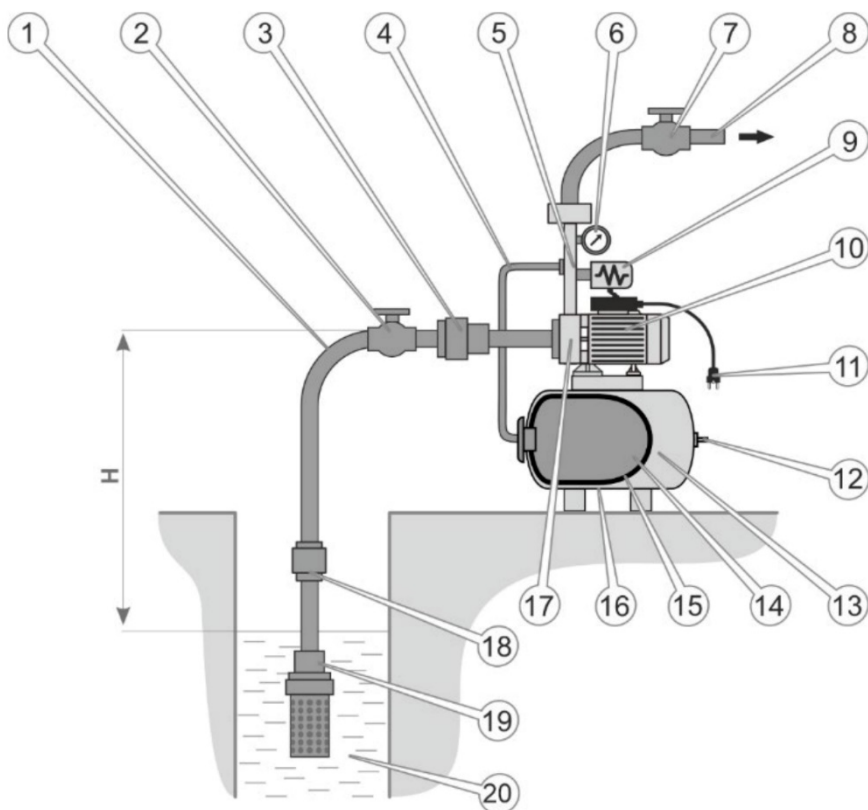

Рисунок 4. Схема прикладу монтажу насосної станції в системі автономного водопостачання від свердловини, колодязя глибиною не більше 8 м.
4. Під'єднати трубопровід (1, рис. 4) системи водозабору до вхідного патрубка насоса, а систему водопостачання — до вихідного.
7. Відкрити запірні крани (2, 8, рис. 4) на вхідному (1, рис. 4) та вихідному (6, рис. 1) трубопроводах.
манометра (4, рис. 4). Показники тиску мають відповідати вказаним у розділі «Технічні характеристики».